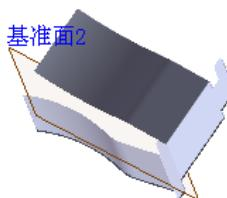
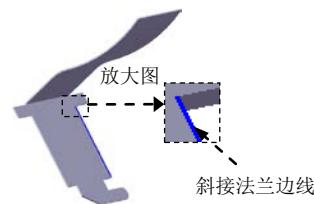
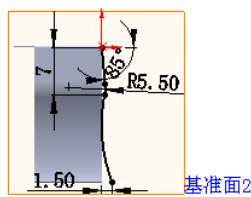

图 1.13 斜接法兰 2
图 1.14 斜接法兰边线
图 1.15 横断面草图
(4) 单击 按钮, 完成斜接法兰 1 的创建。
Step5. 创建图 1.13 所示的钣金特征——斜接法兰 2。
(1) 选择命令。选择下拉菜单 → → 命令(或单击“钣金”工具栏上的“斜接法兰”按钮)。
(2) 定义法兰边线。选取图 1.14 所示的边线为斜接法兰边线。
(3) 定义特征的横断面草图。
① 定义横断面草图。在草图环境中绘制图 1.15 所示的横断面草图。
② 选择下拉菜单 → 命令, 退出草图环境, 此时系统弹出“斜接法兰”对话框。
(4) 定义斜接法兰参数。定义法兰位置: 在 **法兰位置(N)** 区域中, 单击“折弯在外”按钮 。其他采用默认设置值。
(5) 单击 按钮, 完成斜接法兰 2 的创建。